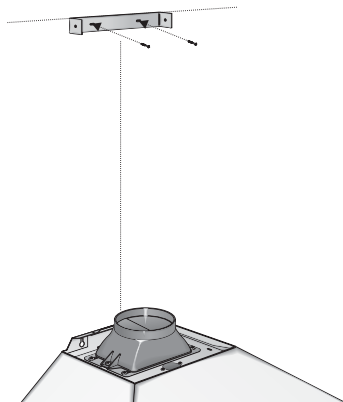

Fig. 9
- Fissare la staffa ancoraggio camino superiore a parete a contatto del soffitto, utilizzando le due viti in dotazione M5 x 40 (fig. 9).
- Fix the upper stack wall clamp to the wall touching the ceiling by means of the four M5 x 40 included in the supply (Fig. 9).
- Fixer la bride ancrage cheminée supérieure sur le mur au contact avec le plafond, en utilisant les deux vis en dotation M5x40 (Fig.9).
- Befestigen Sie den Verankerungsbügel für den oberen Schacht an der Wand mit Kontakt zur Decke. Verwenden Sie dazu die beiden beiliegenden Schrauben M5 x 40 (Abb. 9).
- Bevestig de klamp om de bovenste schoorsteen mee te verankeren aan de muur en in contact met het plafond, gebruik makende van de twee ter beschikking gestelde schroeven M5x40 (Fig. 9)